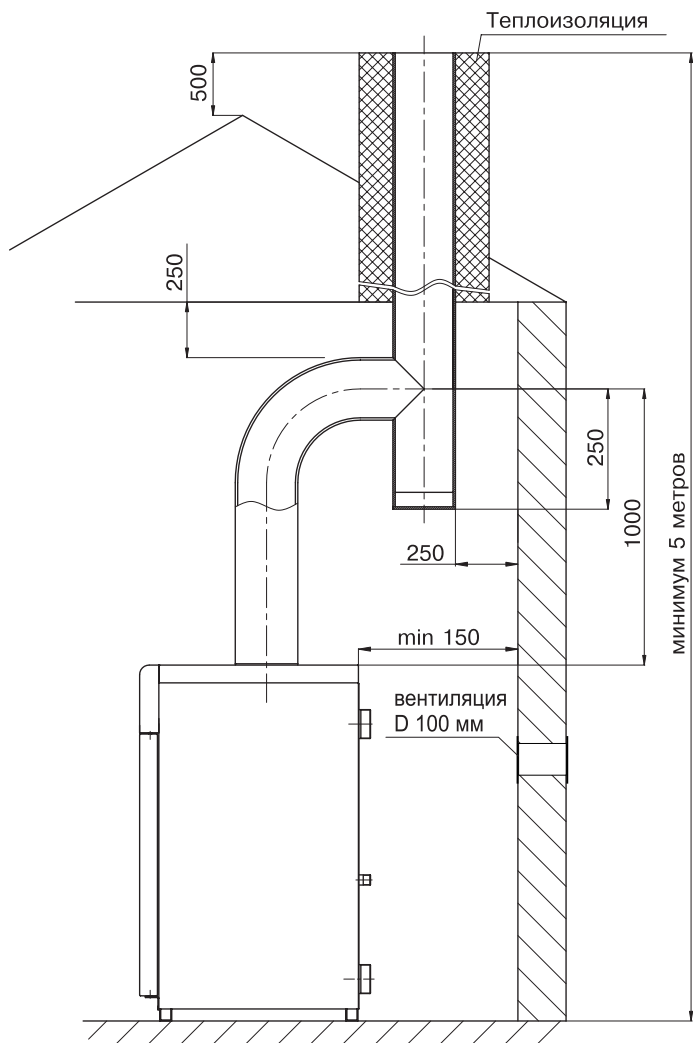

Рис. 4.
- 6.10. Устройство дымоход , к которому подключ ется котел, должно соответствов ть СП42-101-2003 «Общие положения по проектиров нию и строительству г зор спредельительных систем» (см. рис. 4).